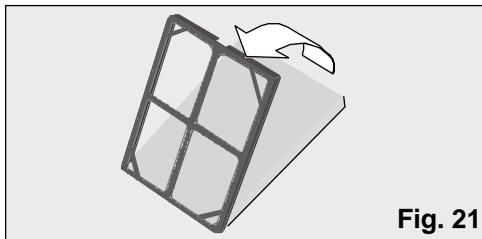

Fig. 21
- Verificar que o filtro purificador duplo activo esteja colocado no posicionador; caso contrário, instale-o tal como se indica no **Fig 21**. Colocar a parte escura do filtro em contacto com o posicionador.